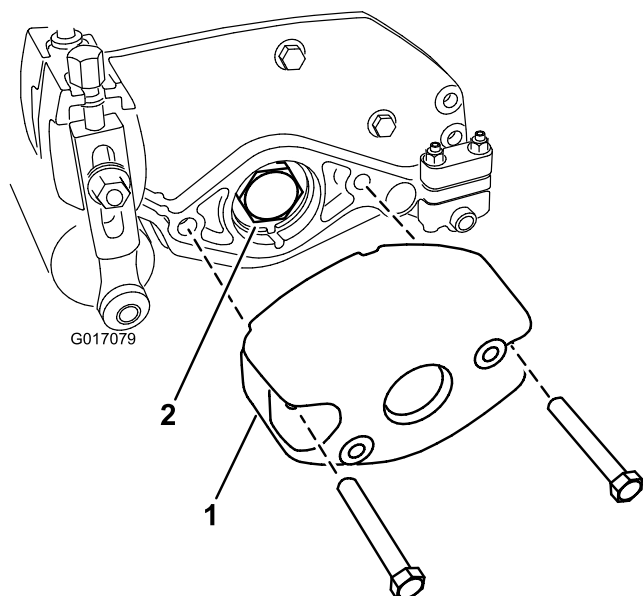

Рисунок 2
5. Снимите два болта и гайки, которые крепят противовес к левому концу режущего блока. Снимите противовес (Рисунок 2).
6. Снимите с вала барабана гайку подшипника (Рисунок 2).